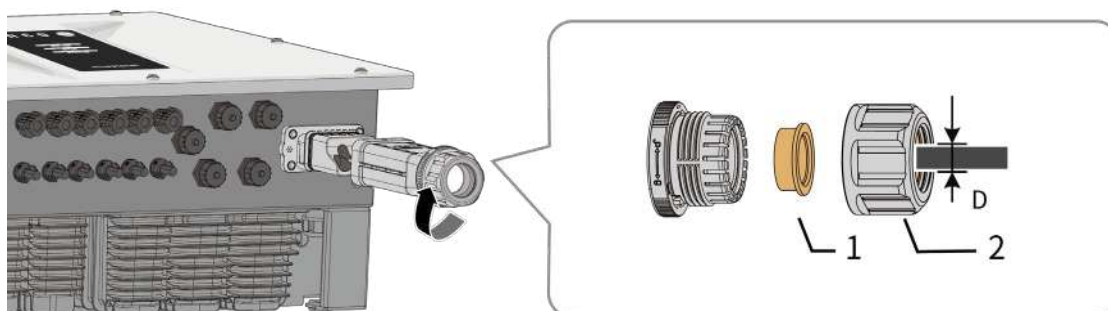

Abb. 15. AC-Kabelverschraubung lösen
2. Lösen Sie die Kabelverbindung für den AC-Anschluss (siehe Abb. 15).